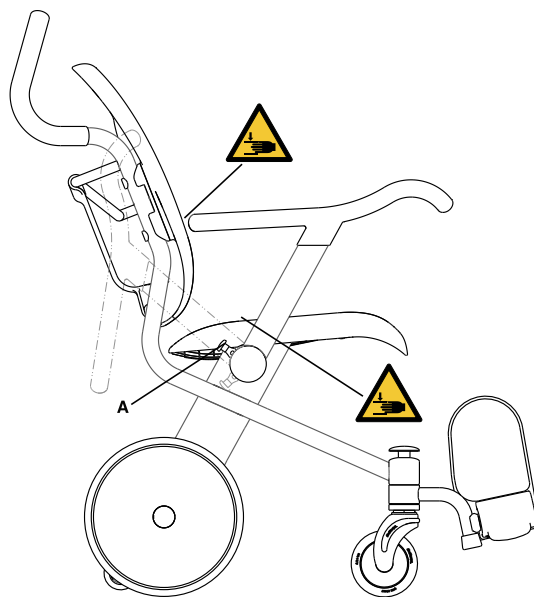

図15-11: アームレストの上げ下げをする際のピンチポイント
跳ね上げ式アームレストを持ち上げるには（後方位置）、黄色のアームレスト解除ボタン (A) を外側に引き、アームレストがカチッと止まる位置まで跳ね上げ式アームレストを持ち上げます (15-22 ページの図15-11)。
跳ね上げ式アームレストを下げるには（前方位置）、使用者が跳ね上げ式アームレストから離れていることを確認してください。カチッと音がするまで跳ね上げ式アームレストを前方位置まで降ろします (15-22 ページの図15-11)。